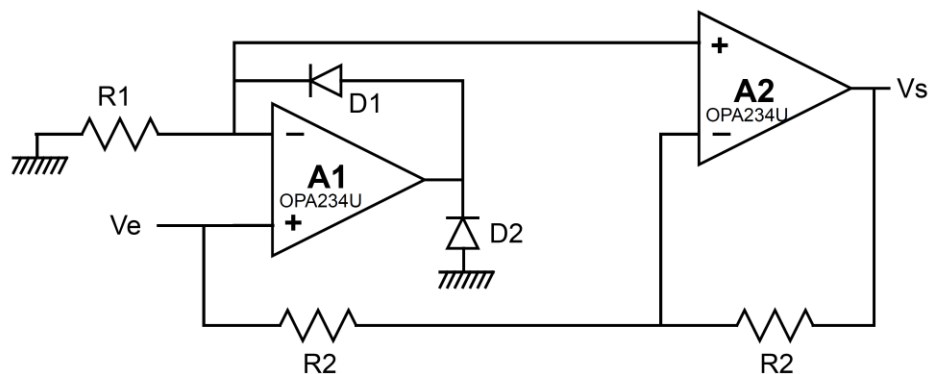

Figure 4b
6. Pour le schéma de la figure 4b, donnez la forme d'onde en  $V_s$  pour une tension sinusoïdale en entrée.